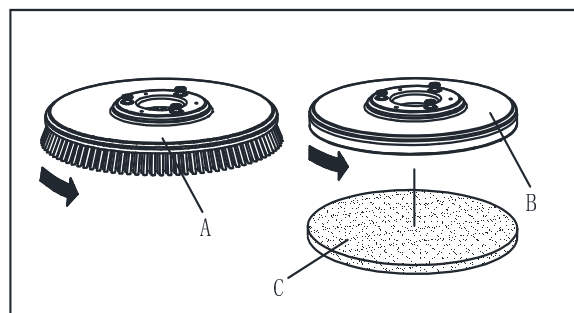

Figure 5
Installer soit la brosse (A, Figure 5) ou le plateau support disque (B et C, Figure 5) selon le type de sol à nettoyer.
1. Insérer la clé de contact (35) et la tourner sur "O".
2. Soulever la plate-forme en appuyant sur la pédale (9).
3. Le cas échéant, tourner le dispositif de réglage de vitesse (40) au ralenti en le tournant dans le sens anti-horaire.
4. Placer les brosses (A, Fig. 5) ou le plateau support disque (B) sous la plate-forme (21).
5. Abaisser la plate-forme sur les brosses/les plateaux support disque en appuyant sur la pédale (9).
6. Tourner la clé de contact (35) sur "I".
7. Appuyer sur le commutateur de la brosse/du plateau support disque et du système d'aspiration (46).
8. Appuyez sur l'un des commutateurs d'entraînement de brosse/avant (34) pour engager la brosse/le plateau support disque, puis le relâcher. Si nécessaire, répéter la procédure jusqu'à ce que les brosses/le plateau support disque soient engagés.
9. Si l'étape N° 8, ci-dessus, s'avère difficile, utiliser la méthode manuelle en tournant la brosse/le plateau support disque dans le sens opposé au sens de rotation normale, et il/elle peut être enlevé(e). (Comme indiqué sur la Figure 5).